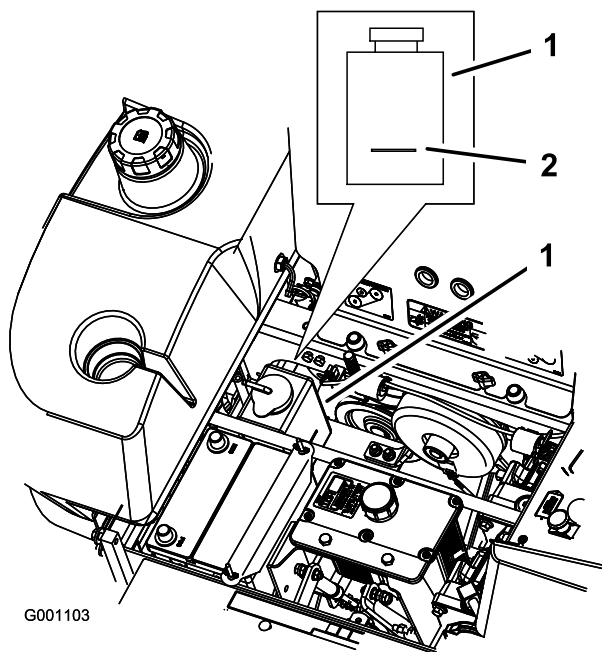

Figure 64
3. Lorsque le moteur est froid, vérifiez le niveau de liquide dans le vase d'expansion. Le liquide doit atteindre la bosse à l'extérieur du vase d'expansion (Figure 64).
4. Si le niveau de liquide est insuffisant, versez un mélange 50/50 d'antigel longue durée/Dex-Cool® et d'eau dans le vase d'expansion (Figure 64).
5. Versez une quantité suffisante de mélange 50/50 dans le vase d'expansion pour atteindre le trait de repère (Figure 64).